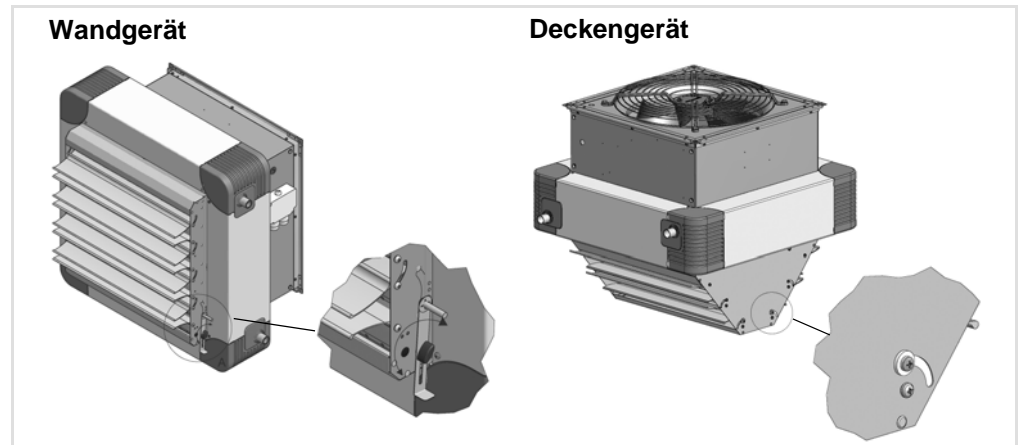

Abb. 7-2: Handeinstellung der Sekundärluft-Jalousie
- Handeinstellung siehe Abb. 7-2